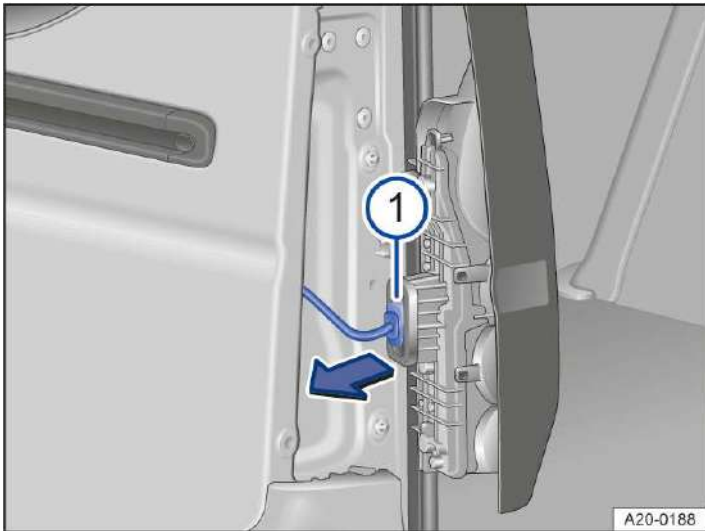

Abb. 2 An der Rückleuchte: Steckverbindung abziehen.
① Befestigungsschrauben.
1. Steckverbindung in Pfeilrichtung abziehen → *Abb. 2* ①.
4. Steckverbindung auf den Lampenhalter stecken → *Abb. 2* ①.